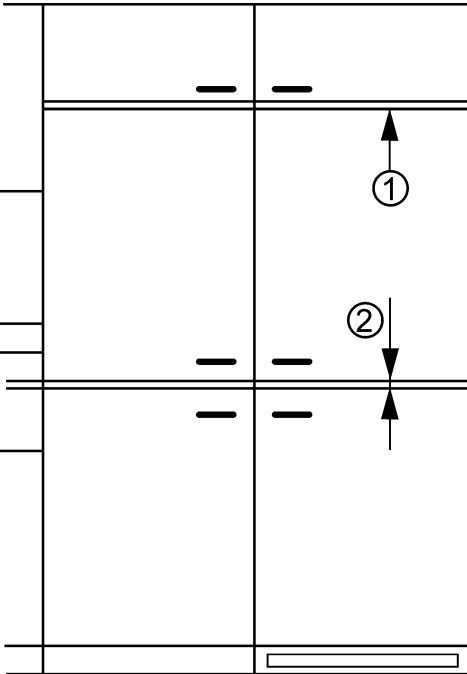

Fig. 5
- Los bordes superiores de la puerta superior Fig. 5 (1) y la puerta inferior Fig. 5 (2) deben estar alineados con las puertas del armario o armarios contiguos en caso de que haya disponibles otros armarios.
- La separación entre las puertas del mueble debe estar nivelada con la separación Fig. 5 (2) entre las puertas del aparato.